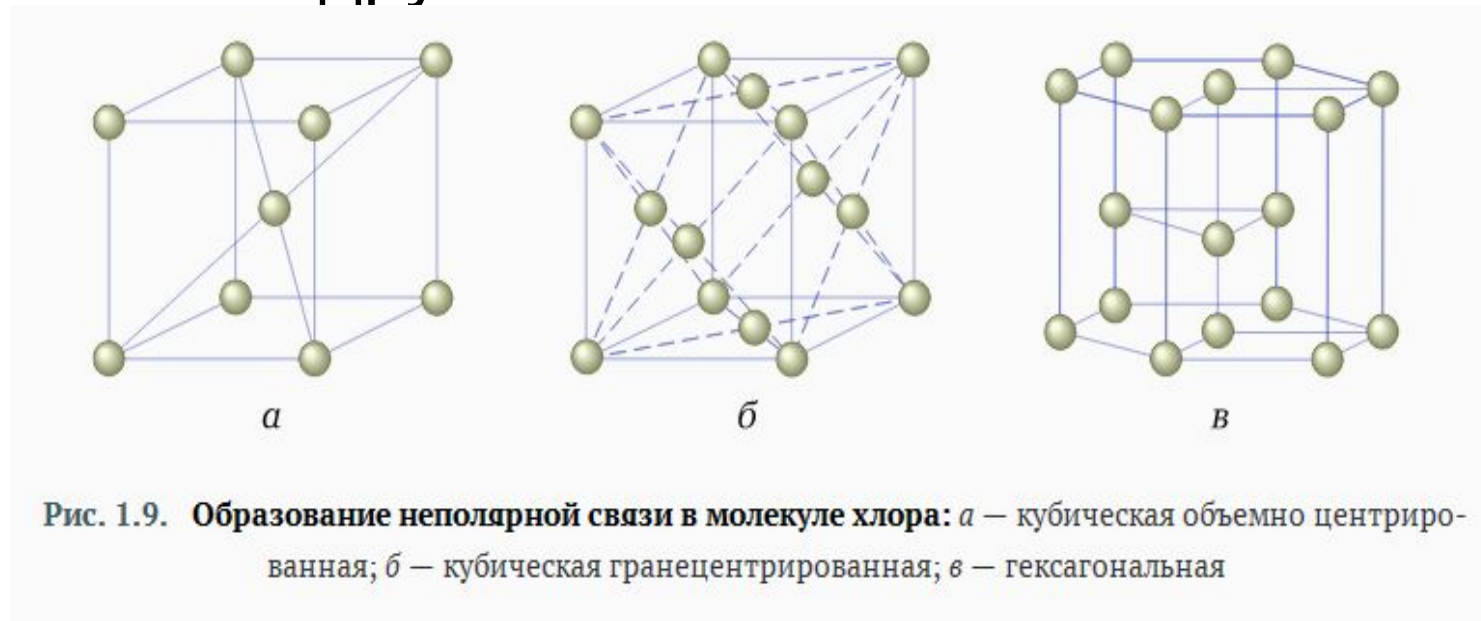

**Рис. 1.9. Образование неполярной связи в молекуле хлора:** *a* — кубическая объемно центрированная; *б* — кубическая гранецентрированная; *в* — гексагональная
- Для описания структуры кристаллических тел пользуются понятием **пространственной кристаллической решетки**, представляющей собой пространственную сетку, в узлах которой расположены частицы, образующие твердое тело (рис. 1.9).
- **кубическая объемноцентрированная** (рис. 1.9, а), ее имеют  $\alpha$ -железо, хром, вольфрам, ванадий;
- **кубическая гранецентрированная** (рис. 1.9, б), ее имеют  $\gamma$ -железо, медь, алюминий;
- **гексагональная** (рис. 1.9, в), ее имеют бериллий, кадмий, магний и другие металлы.